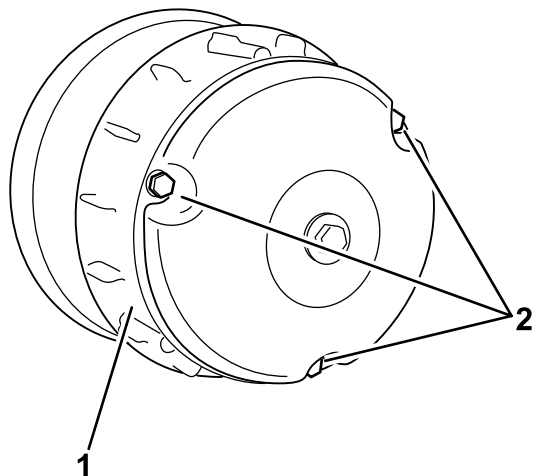

Рисунок 60
2. Отверните три болта крепления крышки сцепления и снимите крышку (Рисунок 60).
4. Установите крышку сцепления и закрепите ее 3 болтами (Рисунок 60), которые вы сняли при выполнении действий в пункте 2.